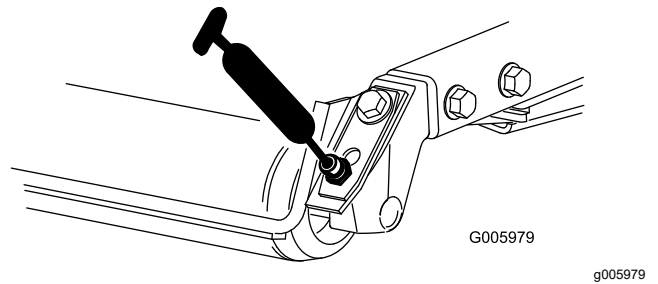

Bild 55
- Heckrollenlager (2 pro Mähwerk), wie in Bild 55 abgebildet